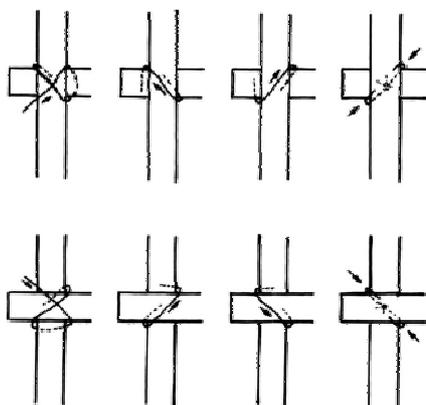

Abb. 7: Wurstverschnürung.
Die Mäusefertigung ist schon ziemlich verrückt. Aber jetzt wird es noch schlimmer. Dabei geht es hier weniger um die Wurst selbst als um deren Montage. Daß der Kern der Wurst einmal aus Holz sein kann oder auch aus einem Stück Tau, das durch Wicklungen versteift wurde, kann man in alten wie in neueren Schriften lesen. Auch ist genau verzeichnet, in welchem Jahrhundert und in welchem geographischen Bereich die Püttingwanten dort angeschlagen wurden. Geht es hingegen darum, wie man diese Stäbchen an den Wanten fest kriegt, wird die Literatur mal wieder mager. Da wäre zuerst die Fadenführung. Abb. 7 zeigt, wie man mit wenigen Windungen einen guten Halt erreicht. Die dort unter "a" dargestellte Wicklung zeigt die eigentlich logische Form: Der Stab liegt zur Aufnahme des Zugs hinter den Wanten. Der Faden ist so gerührt, daß die Überkreuzung über der Wante liegt und die Schlingen den Stab fassen. Bei der Forderung "Stab liegt auf der Wante" entspricht die Fadenführung der unter "b" gezeigten.
- Op. 4: Wenn der Klebstoff abgebunden hat und das Modell wieder in seine gewohnte Position zurückgebracht wurde, kann die Haltewicklung, wie auf Abb. 7 dargestellt, ohne Streß ausgeführt werden.